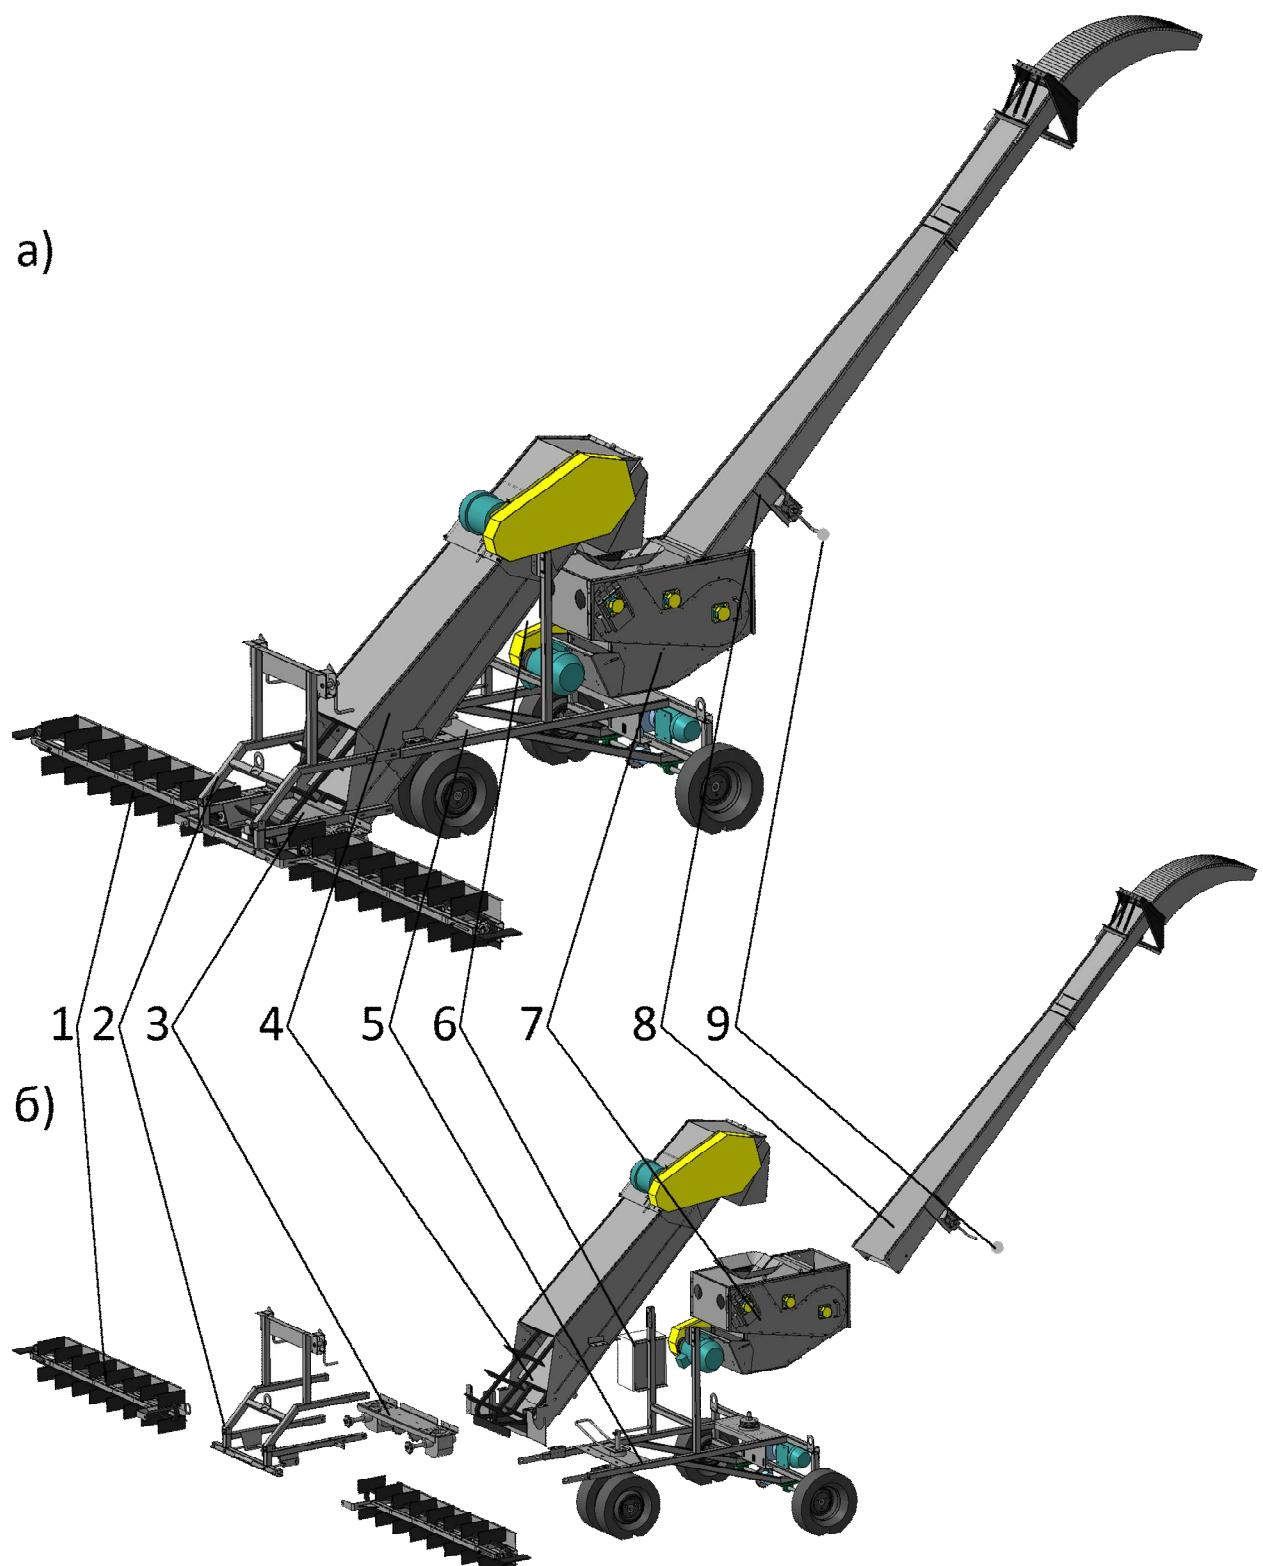

Рис. 1 – Погрузчик А-150М:
3.1.1. Компоновочная схема Погрузчика приведена на рис.1 стр 6 (стандартные изделия, в т.ч., метизы, скрепляющие отдельные модули Погрузчика, а также цепи приводные, цепи транспортеров, ремни и др., здесь и далее условно не показаны). На опорной раме 5 смонтированы основные компоненты: триммер поворотный 7 с выгрузным лотком 8, установленным под углом 45°; загрузочный короб 4 с расположенным внутри наклонным скребковым транспортером; к загрузочному коробу 4 в передней (по ходу движения) части смонтированы блок конических редукторов 3 и передняя рама 2; на раме 2 установлены поперечные питатели (скребковые транспортеры) 1 ; на раме 5 установлен блок (пульт) управления 6.
Поперечные горизонтальные питатели 1 рис.1 скребковыми транспортерами подают зерно с периферии бурта к центру. Продольный (центральный) наклонный скребковый транспортер, проходящий внутри загрузочного короба 5, подает зерно в загрузочное окно триммера 7, откуда оно попадает на ленточный транспортер и затем с большой скоростью выбрасывается наружу. Выгрузной лоток позволяет сузить выходящий зерновой поток и направить его в требуемое место (в транспортное средство или в новый бурт). Для непрерывного забора и подачи зерна Погрузчик перемещают в продольном направлении с помощью механизма самохода.